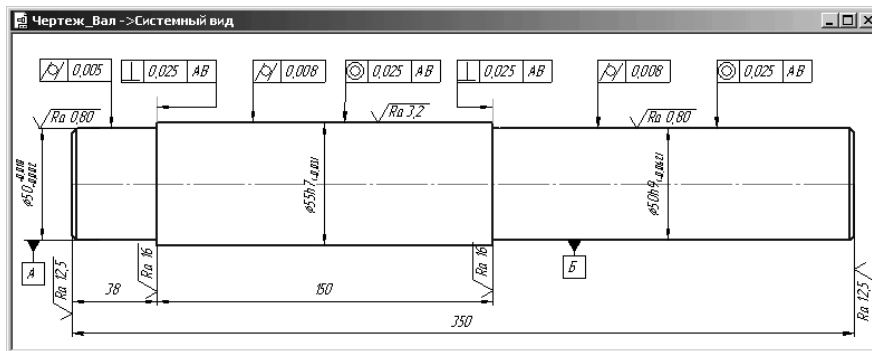

Рис. 4.119. Результат установки знаков обозначения базы
- переместите указатель мыши несколько вниз по вертикали от нижней линии первой ступени вала и щелкните мышью. Знак обозначения базы появится в выбранном месте (рис. 4.119).